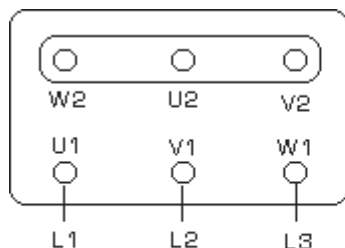

Fig. 1
- star connection (Fig. 1)
- Sternschaltung (Abb. 1)
- connexion en étoile (Fig. 1)